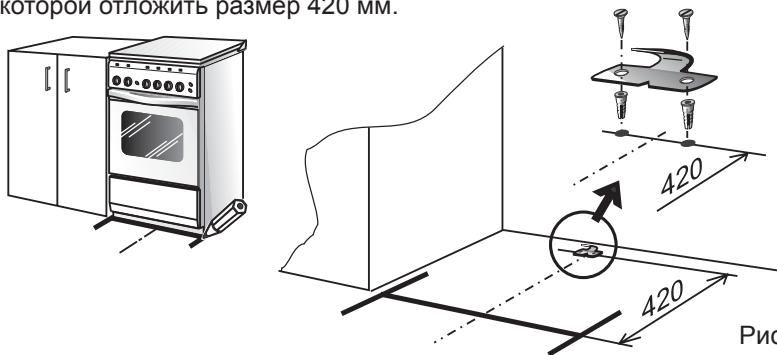

Рис. 4
- Установить плиту на рабочее место, проверив, не препятствуют ли открыванию крышки окружающие предметы. Отметить на полу линию передней стенки и габариты по ширине (рис. 4).